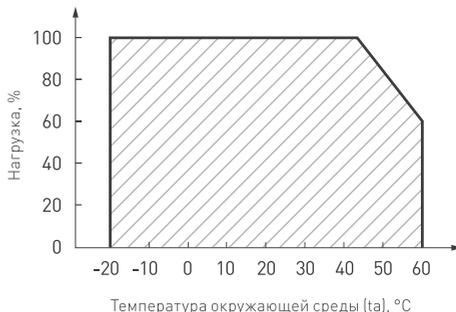

Рис. 2. Максимальная допустимая нагрузка, % от мощности источника
- 4.3. Не нагружайте источник питания более 80% от его максимальной мощности. Учитывайте, что с повышением температуры окружающей среды максимальная мощность источника питания снижается и при максимальной допустимой температуре составляет 60% от номинальной (см. график зависимости на рис. 2).